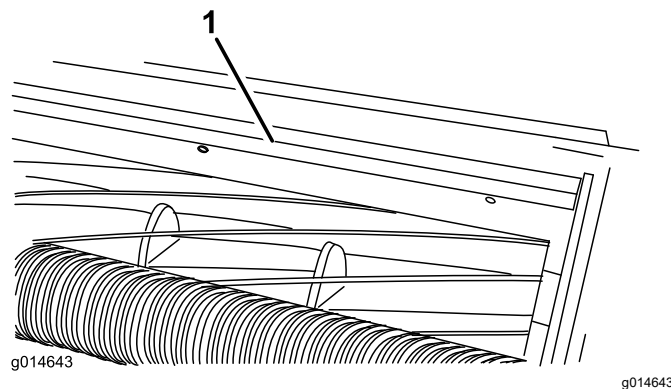

Figura 9
1. Afloje los pernos que fijan la barra superior (Figura 9) a la unidad de corte.